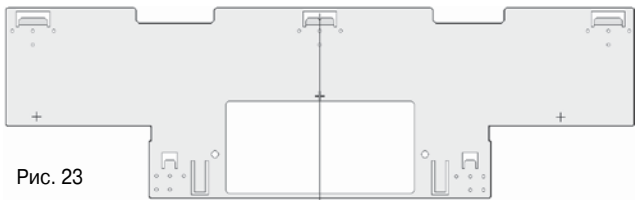
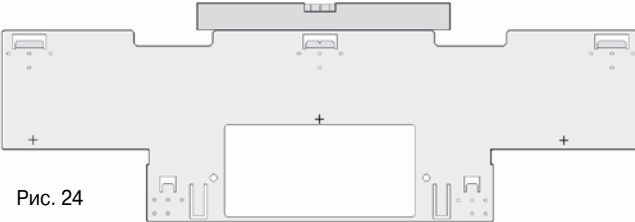

Рис. 23
Рис. 24
- Выровняйте монтажную плату с помощью отвеса (рис. 23) или уровня (рис. 24);